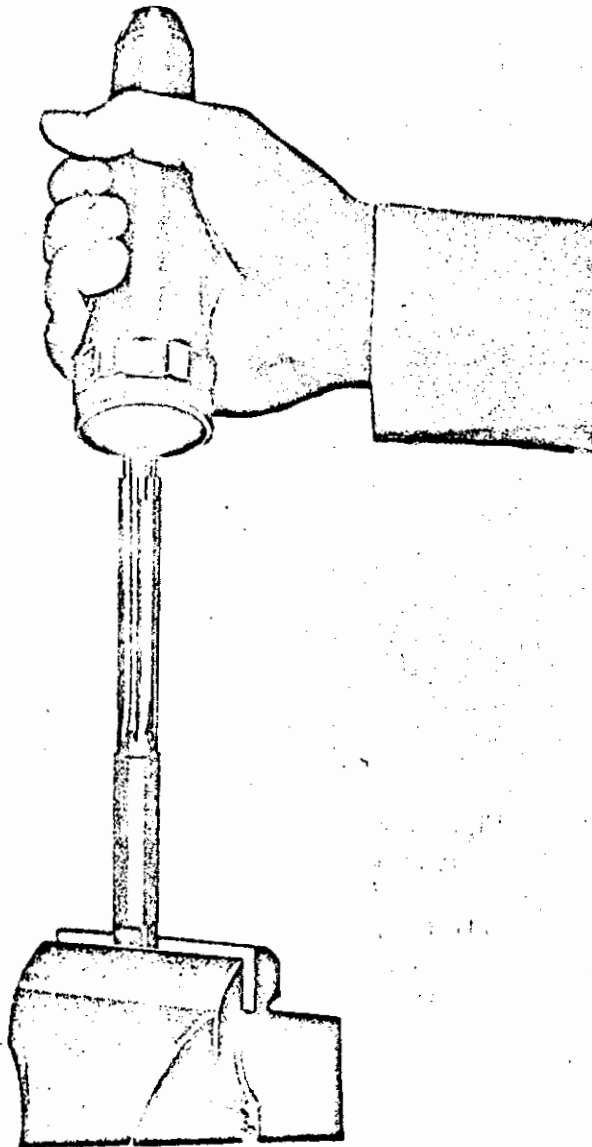

Fig. 11 – Escariando la tuerca del inyector
- b. Con el escariador de tuerca No. 8070959, Fig. 11, límpiense el carbón de la circunferencia interior de la tuerca y superficie de asiento de la boquilla de rociado.